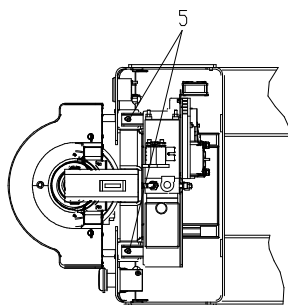

Fig.03
- (Fig.03) desaperte o parafuso 5 para que a bateria de lítio não seja pressionada pela base integrada;